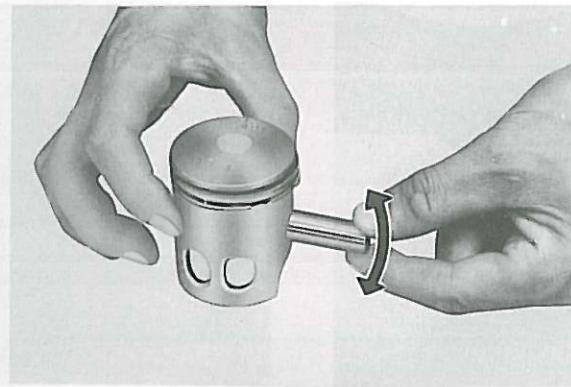

Fig. 3-3-8
5. The piston pin should have no noticeable freeplay in piston. If the piston pin is loose, replace the pin and/or the piston. (Fig. 3-3-8)
5. L'axe de piston doit s'ajuster sans jeu dans le piston. En cas d'ajustage lâche, remplacer l'axe et/ou le piston. (Fig. 3-3-8)
5. Der Kolbenbolzen darf kein fühlbares Spiel im Kolben haben. Wenn der Bolzen lose ist, muß der Bolzen und/oder der Kolben ausgewechselt werden. (Fig. 3-3-8)